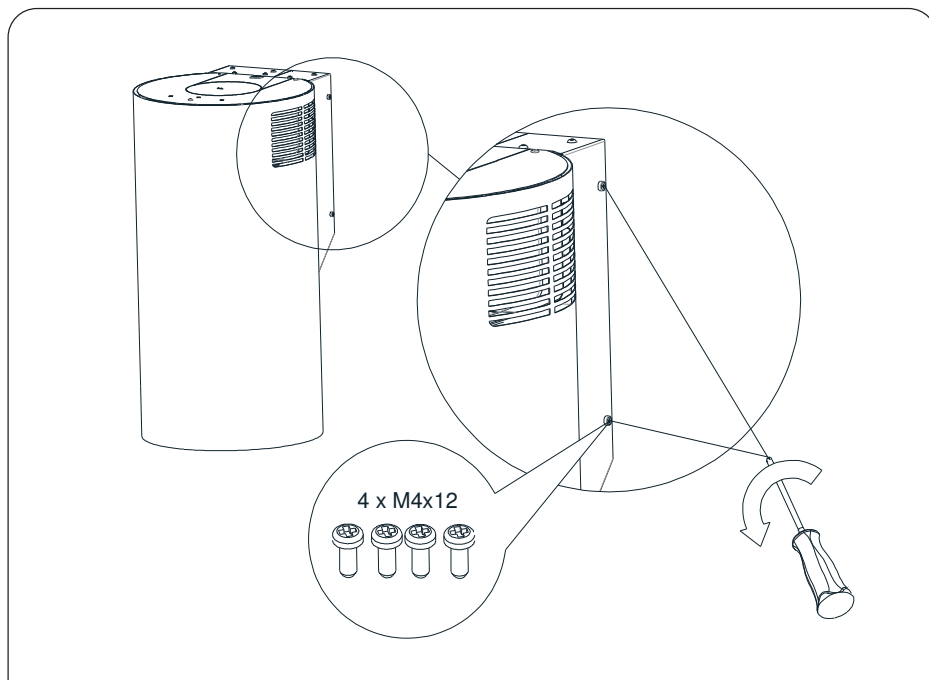

Abb. 7 Demontage der Halterung der Abzugshaube
3. Nehmen Sie das Wandhalterungsteil von der Abzugshaube ab. Lösen Sie dazu die vier auf Abb. 7 gezeigten M4x12-Schrauben.